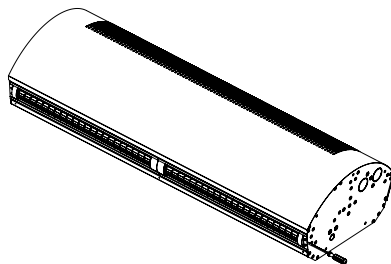

Рисунок 10.
- Поддеть сопло с помощью отвертки со стороны винтов (см.рисунок 10).